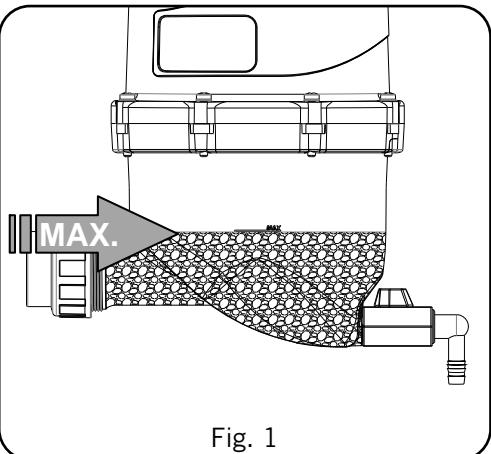

Fig. 1
O HydroSpin acumula os sólidos separados na sua parte inferior, que são expulsos com a abertura da válvula de purga. Deve-se abrir antes que a sujidade ultrapasse o limite indicado na Fig. 1 - pag.16.
**Purga:** antes de chegar ao limite marcado na Fig. 1 - pag.16 dever-se-á purgar o HydroSpin abrindo a válvula inferior quando houver sujidade acumulada.